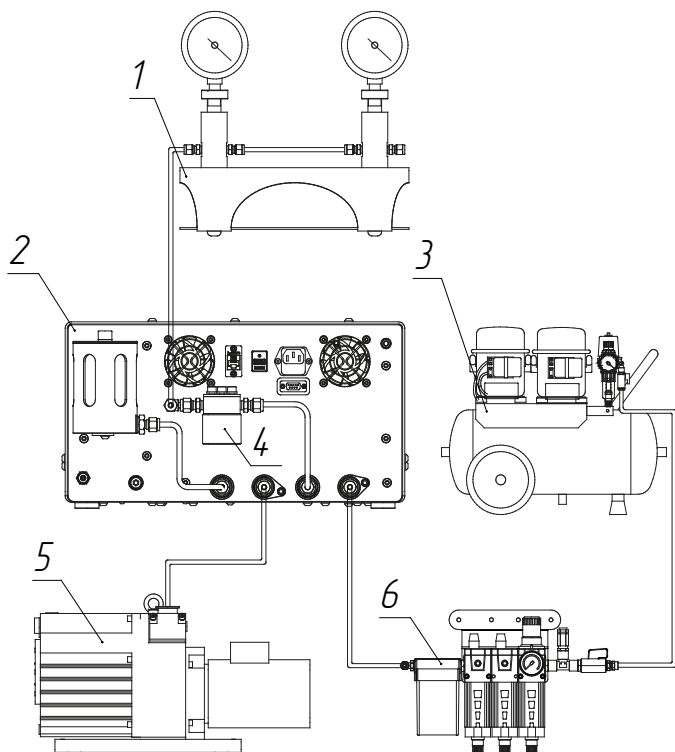

Рис. 2. Схема пневматических соединений калибратора
Коллектор СИ 1 (Рис. 2) предназначен для установки поверяемых СИ. Коллектор может быть заменен на оборудование пользователя исходя из необходимых задач. Все подключаемое оборудование должно быть исправным и подходящим по характеристикам. Грязеуловитель 4 строго необходим и позволяет вести работу калибратора с СИ со следами жидких загрязнений. Наличие грязеуловителя не освобождает пользователя от контроля чистоты подключаемых СИ и других частей. Несвоевременная очистка грязеуловителя может повлечь загрязнение калибратора и возможный выход его из строя. Пневматическое подключение к калибратору 2 производится трубками диаметром 6 мм, пластиковыми или стальными - в зависимости от необходимого давления. В зависимости от рабочих характеристик калибратора в роли питающего источника давления 3 может выступать компрессор К9, К25, усилитель К-450, а также баллон с редуктором или пневматическая линия пользователя. Система подготовки газа 6 необходима для защиты калибратора и впоследствии для защиты проверяемых приборов пользователя от засорения, влажного газа и масла. Система подбирается исходя из рабочих характеристик калибратора.
2.2.4 Произведите соединение пневматических магистралей как показано на схеме (Рис. 2).